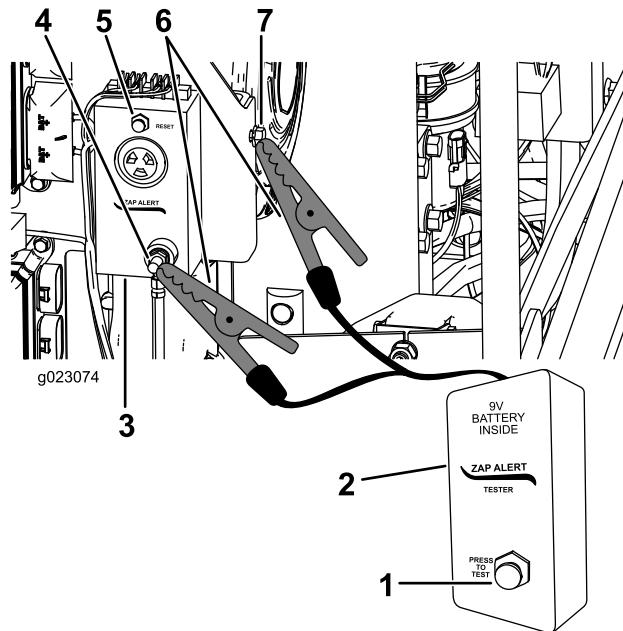

Figure 65
3. Connectez une pince crocodile du testeur Zap-Alert au goujon de mise à la terre du système Zap-Alert (Figure 65).
5. Appuyez sur le bouton de test sur le testeur Zap-Alert (Figure 65). L'alarme Zap-Alert devrait retentir et le feu à éclats devrait clignoter sur le capot avant.
6. Appuyez sur le bouton de réarmement Zap-Alert pour arrêter l'alarme (Figure 65).